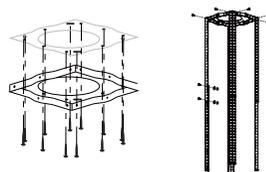

Bild.2
- Taket måste kunna bära minst 40 kg vikt och tjockleken på taket måste vara större än $\geq 30\text{MM}$, se bild 2. Borra 1*170mm hål i taket.
- Använd upphängningstavlan för att borra 12 hål i taket, se bild 2. Använd 12 st ST6*40mm stora planhuvade skruvar för att fixera upphängningstavlan på taket och sedan 8 st M4*10 skruvar och M4 muttrar med packningar för att ansluta vinkeljärnet till upphängningstavlan, se bild 1. Beräkna längden på vinkeljärnet och använd 16 st M4*10 stora planhuvade skruvar och M4 muttrar med packning för att ansluta till ett annat vinkeljärn (den överlappande längden för vinkeljärnen får inte vara mindre än 100MM)